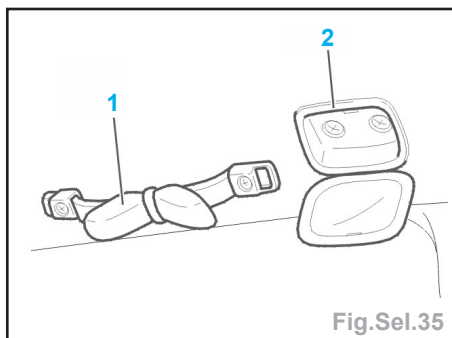
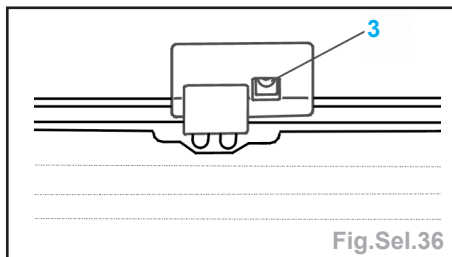

Fig.Sel.35
Fig.Sel.36
- les poignées de maintien supérieures avant (1) et arrière (Fig.Sel.35),
- l'enjoliveur (2),
- Les caches de vitres latérales arrière (3) et les fixations d'ouverture (Fig. Sel.36).